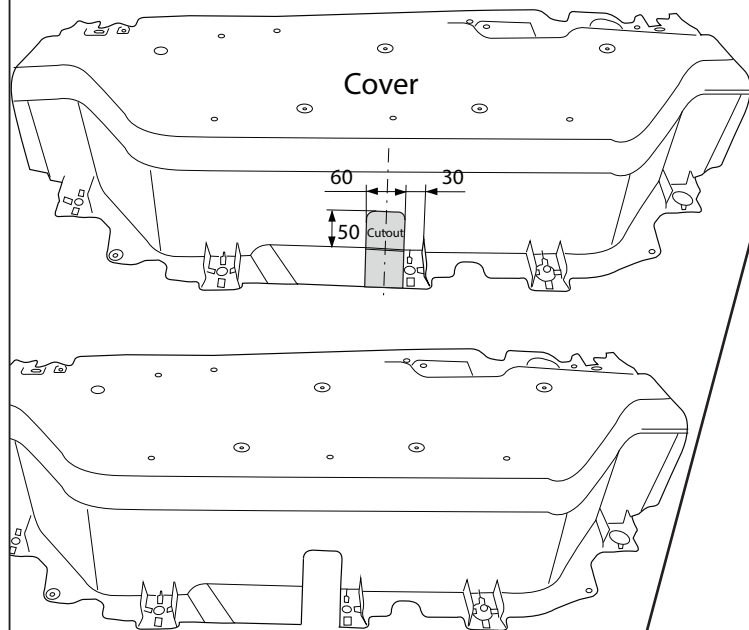

Fig. 3
8. Выпилить обозначенные части, как указано на рис.3.